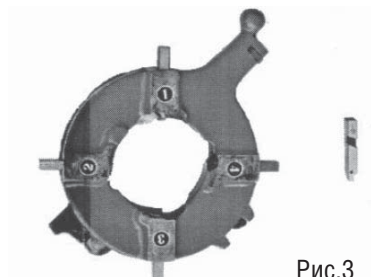

Рис.3
2. Вставьте комплект плашек в головку в соответствии с их номерами (рис. 3).